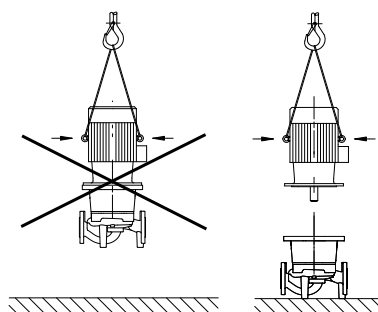

Fig. 20: Transport des Motors
- **Hebeösen am Motor nur zum Tragen der Motorlast verwenden und nicht zum Tragen der gesamten Pumpe (Fig. 20).**